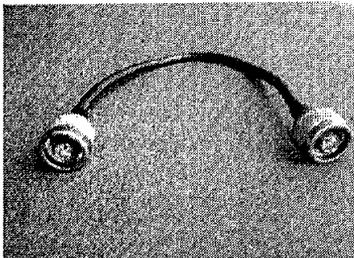

FIG. 9
10. Coloque la interfase tipo "N" que une el alimentador con la unidad de radiofrecuencia, Confirme la correcta conexión y apriete la interface. (fig. 9, 10 y 11).